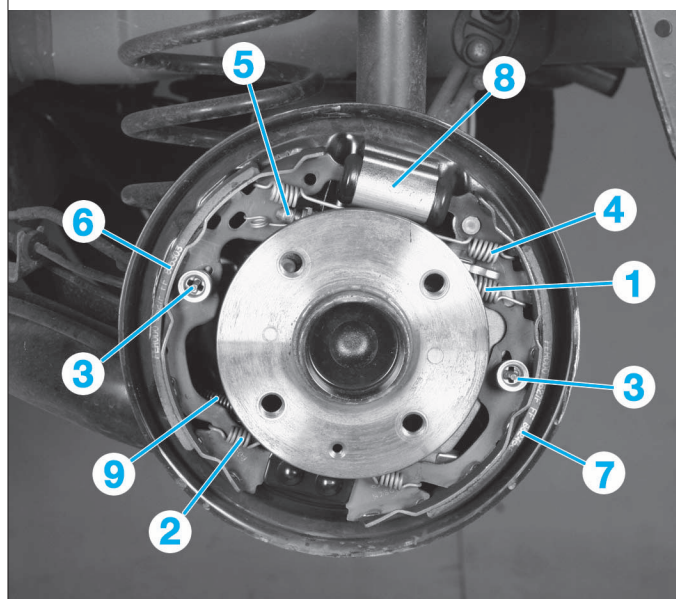

FIG. 7
- Déposer le ressort du dispositif de rattrapage automatique du jeu (fig. 7).